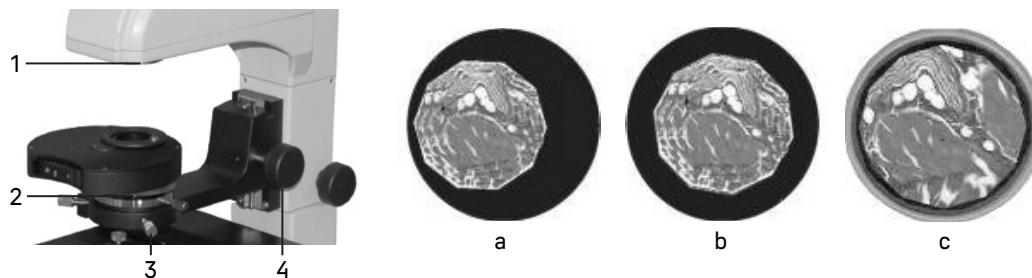

Рис. 14. Настройка освещения по Кёлеру
- Раскройте апертурную диафрагму **2** и закройте полевую диафрагму **1**. В поле зрения будет видно светлое пятно с изображением краев диафрагмы, как показано на рис. 14.
- Если светлое пятно смещено относительно центра поля зрения, как показано на рис. 14а, отрегулируйте положение апертурной диафрагмы с помощью центрировочных винтов 3 так, чтобы центр апертурной диафрагмы совместился с центром поля зрения, как показано на рис. 14б.
- Раскройте полевую диафрагму, чтобы изображение образца заполнило поле зрения, как показано на рис. 14с.